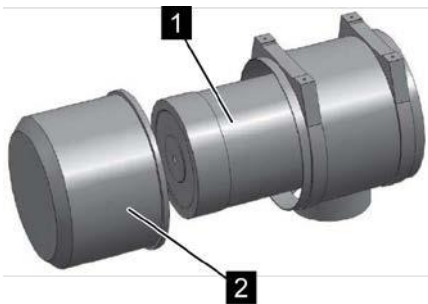

Рис. 46: Снятие крышки приемного фильтра
4. Снимите крышку приемного фильтра (Рис. 46/2).
5. Извлеките старый приемный фильтр (Рис. 46/1).
6. Вставьте новый приемный фильтр (Рис. 46/1).
7. Установите крышку приемного фильтра (Рис. 46/2).